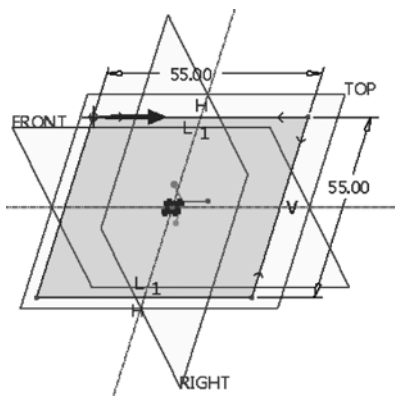
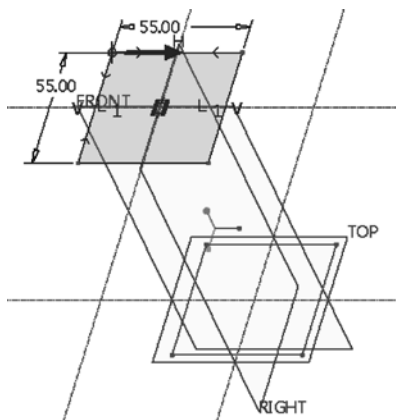

图 13-44 绘制混合截面 1
图 13-45 绘制截面 2
- ① 在“快速访问”工具栏中单击“新建”按钮, 打开“新建”对话框。
- ② 在“类型”选项组中选择“零件”单选按钮, 在“子类型”选项组中选择“实体”单选按钮; 在“名称”文本框中输入“bc_13_2”, 取消选中“使用默认模板”复选框。然后单击“确定”按钮, 弹出“新文件选项”对话框。
③ 在“模板”选项组中选择公制模板“mmns_part_solid”, 然后单击“确定”按钮, 进入零件设计模式。
① 在功能区“模型”选项卡的“形状”面板中单击“形状”|“混合”按钮, 打开“混合”选项卡。默认时“混合”选项卡中的“实体”按钮和“与草绘截面混合”按钮处于被选中的状态。
② 在“混合”选项卡中打开“截面”面板, 从中确保选择“草绘截面”单选按钮, 单击“定义”按钮, 弹出“草绘”对话框, 选择“TOP (基准平面)”为草绘平面, 默认以“RIGHT (基准平面)”为“右”方向参考, 单击“草绘”按钮, 进入内部草绘模式。
③ 绘制如图 13-44 所示的截面 1, 单击“确定”按钮.
④ 在“截面”面板中设置截面 2 的草绘平面位置定义方式为“偏移尺寸”, 偏移自截面 1 的偏移距离为“120”, 单击“草绘”按钮。
⑤ 绘制如图 13-45 所示的截面 2, 单击“确定”按钮.